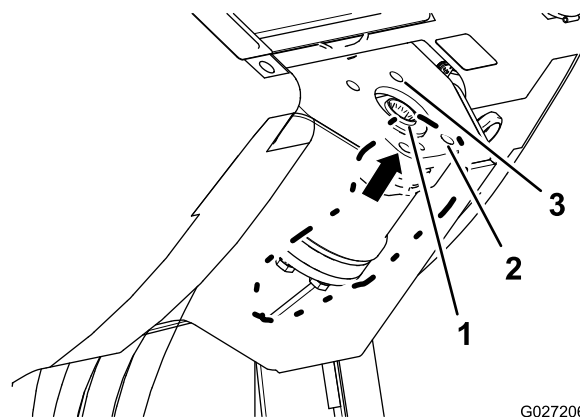

Figura 7
1. Mueva la válvula de dirección hacia arriba, y alinee los taladros roscados de la válvula de dirección con los taladros del soporte de la columna de dirección (Figura 7).